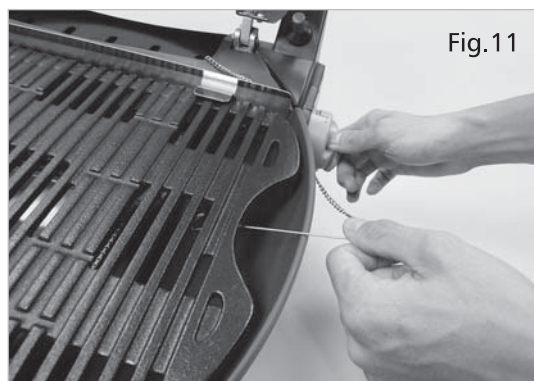

Fig.11
- (c) Tenez le bâton d'extension près du brûleur et tournez doucement le bouton de contrôle (Fig. 11)